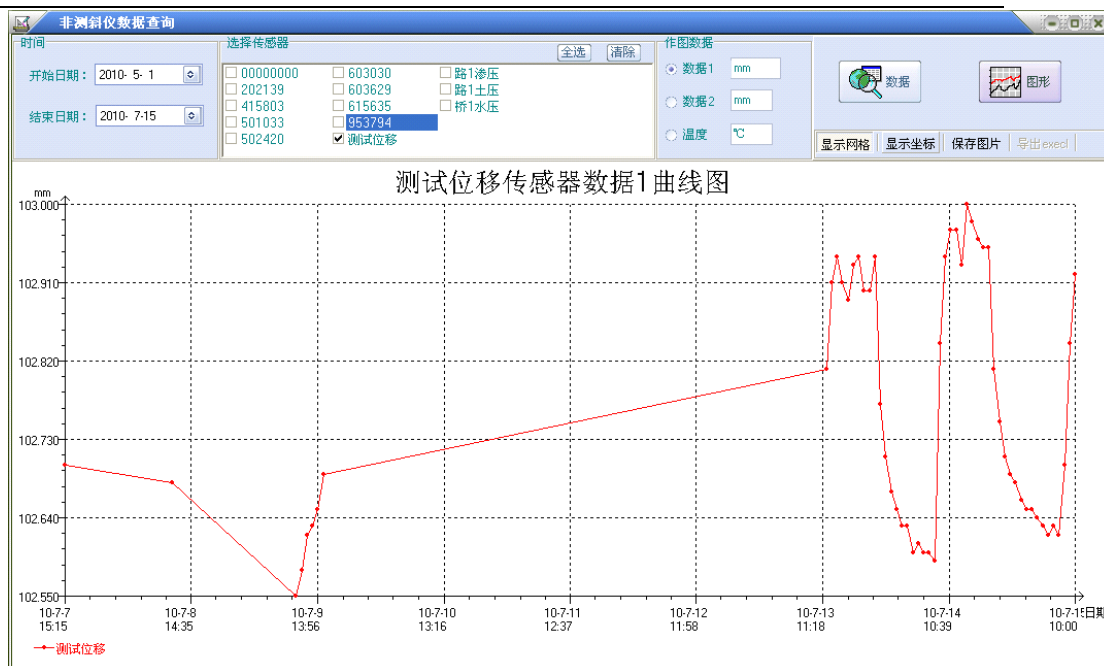

图 2.9 非测斜数据作图
- 5、点击 ，在界面下方将显示时程曲线图。可多个传感图形同时显示。（如图 2.9）